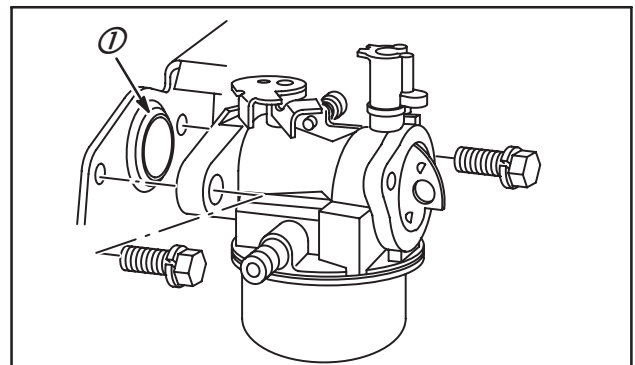

Fig. 117
Placer un joint d'admission neuf dans le chanfrein du carburateur (1) et serrer les deux vis au couple de 9 Nm, Fig. 117.